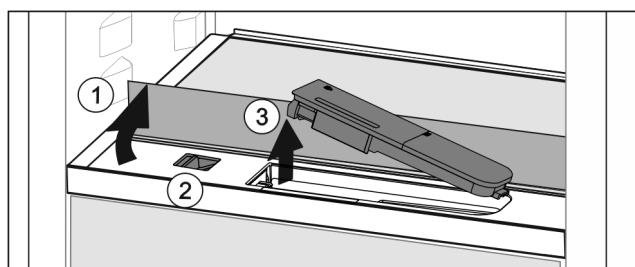

Fig. 138
- Повдигнете стъклената плоча и я завъртете до ограничителя назад Fig. 138 (1).
- Преместете пъзгача Fig. 138 (2) наляво.
- Извадете резервоара за вода Fig. 138 (3).